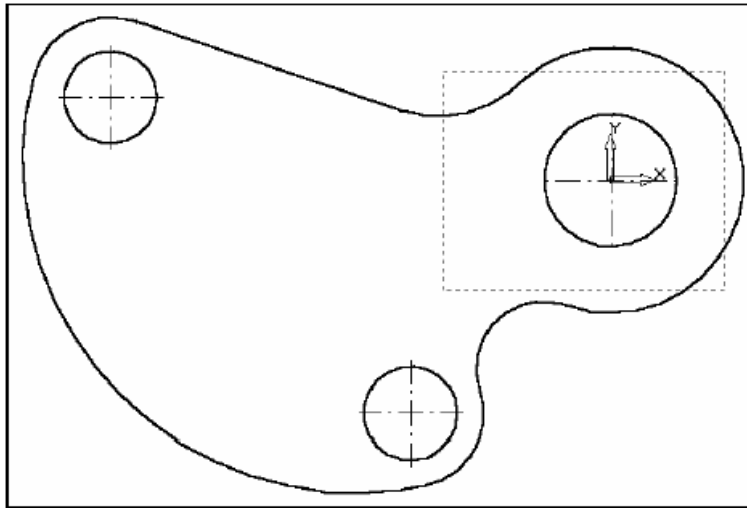

Рис. 3.9
22. С помощью кнопки **Увеличить масштаб рамкой**  увеличьте участок детали, как это показано на рис. 3.9.